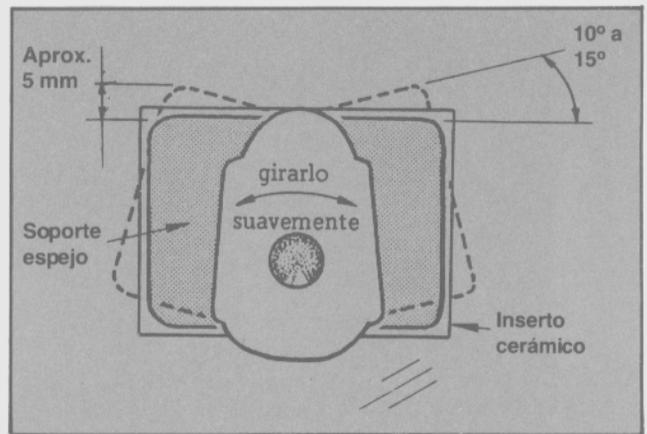

Fig. 62 - Colocación del soporte.
- Colocar el soporte sobre el inserto cerámico del parabrisas, girándolo unos pocos grados hacia cada lado, a fin de eliminar burbujas de aire y permitir un óptimo contacto entre adhesivo y activador (Fig. 62). Luego centrar correctamente el soporte sobre su posición y presionar firmemente durante 4 a 5 minutos.